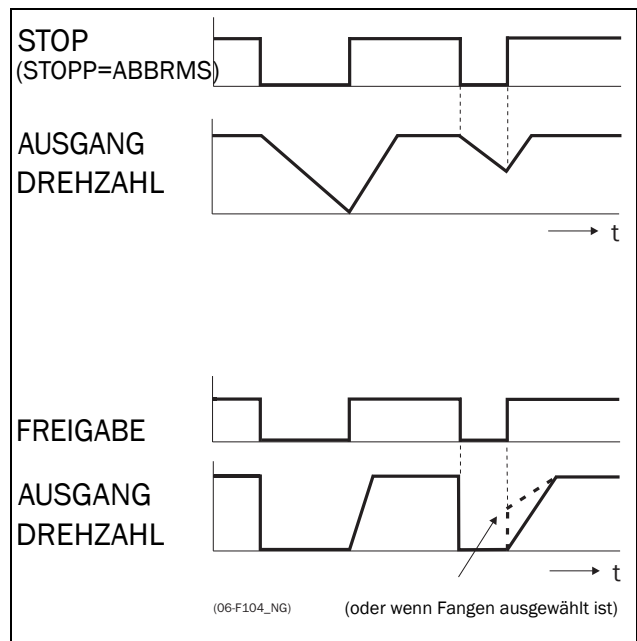

Fig. 26 Funktion des Stopp- und Freigabe-Eingangs
Wird der Eingang inaktiv (LO), stoppt der FU gemäß dem in Menü [33B] gewählten Stopp-Modus. Abb. 26 zeigt die Funktion der Freigabe- und Stopp-Eingänge und den Stopp Mode=Bremsen [33B].